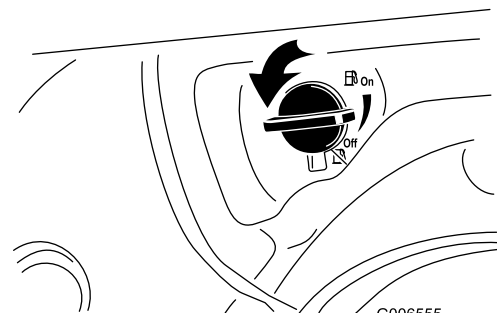

Bild 21
2. Drehen Sie den Kraftstoffhahn eine Vierteldrehung nach links, um ihn zu öffnen (Bild 21).